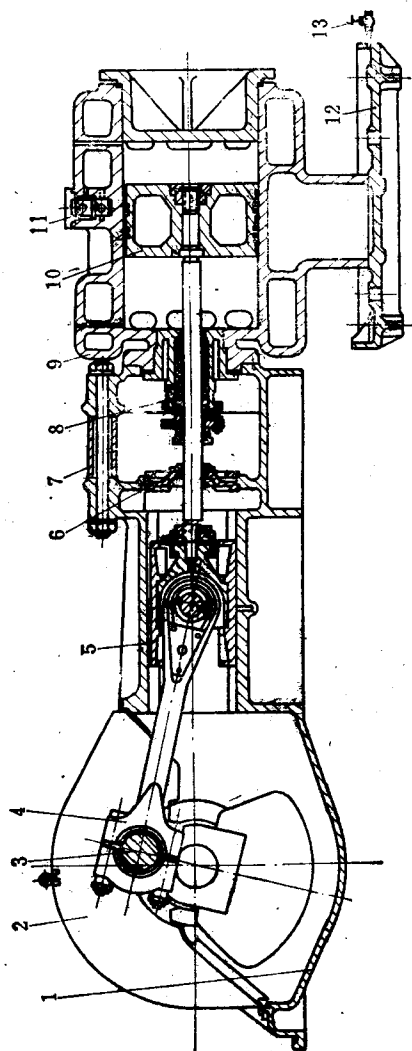

图 5 110/20臥式冰机的结构简图
3. 冰机的主要结构及材料 冰机其结构由机身、运动机构和气缸三个部份组成。机身包括机座、曲轴箱和中间接筒。运动机构包括主轴、连杆、活塞、十字头。气缸包括工作室、阀门、填料箱。有的冰机还具有水夹套。图5为110/20卧式冰机的结构简图。它为并列的双缸双作用带十字头逆流式的双级压缩机，高低压缸分别以水平位置列于曲轴的同侧，曲轴为开式双拐，两曲拐间的相位角为 90° ，各曲拐分别带动一连杆驱动十字头和活塞。为了防止运动部件过载，气缸上设有安全阀。高低压缸上的进排气阀为环状阀，阀门分别列于气缸二端的圆周上。低压缸上设有气量调节装置和旁通阀，高压缸上设有进气阀掀开装置。借旁通阀及掀开装置，可使高低压缸均在无负荷下启动。运动部件采用由齿轮油泵供应的润滑油来润滑，润滑油经过过滤冷却后循环使用。气缸、活塞及密封函的润滑由注油器供给，注油器由十字头销端的圆销带动摆杆来传动。